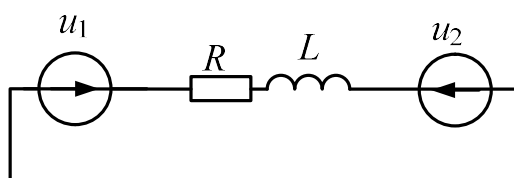

Рис. 3.1. Схема замещения фрагмента энергосистемы
1. По второму закону Кирхгофа и закону Ома рассчитайте ток в схеме рис. 3.1 для исходных данных согласно варианту (таблица 3). Частота обоих источников равна 50 Гц. Амплитуду первого источника возьмите равным ближайшему большему значению по классу напряжений.